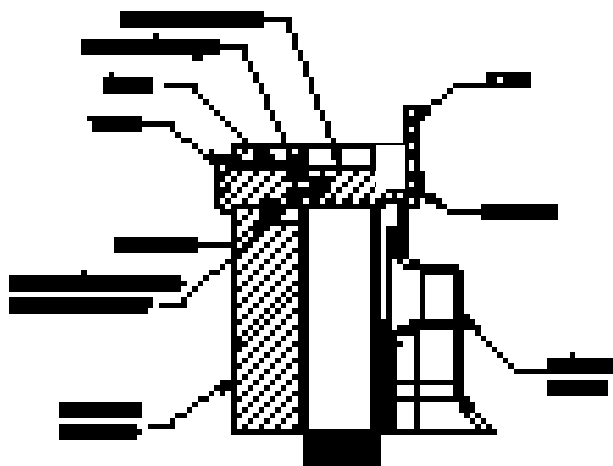
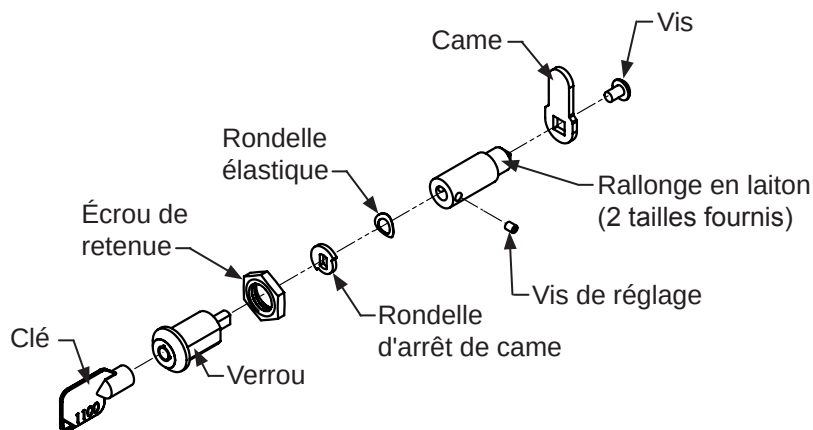

Figure 22
Figure 24
Deux (2) extensions de verrouillage sont fournies avec le verrou. Utilisez l'extension la plus longue pour un panneau de revêtement d'épaisseur $\frac{3}{4}$ po et la plus courte pour un panneau d'épaisseur $\frac{5}{8}$ po. Assemblez l'extension de verrouillage, une rondelle d'arrêt de came, une rondelle élastique et une vis de fixation sur le verrou comme montré aux Figure 22 et Figure 24.